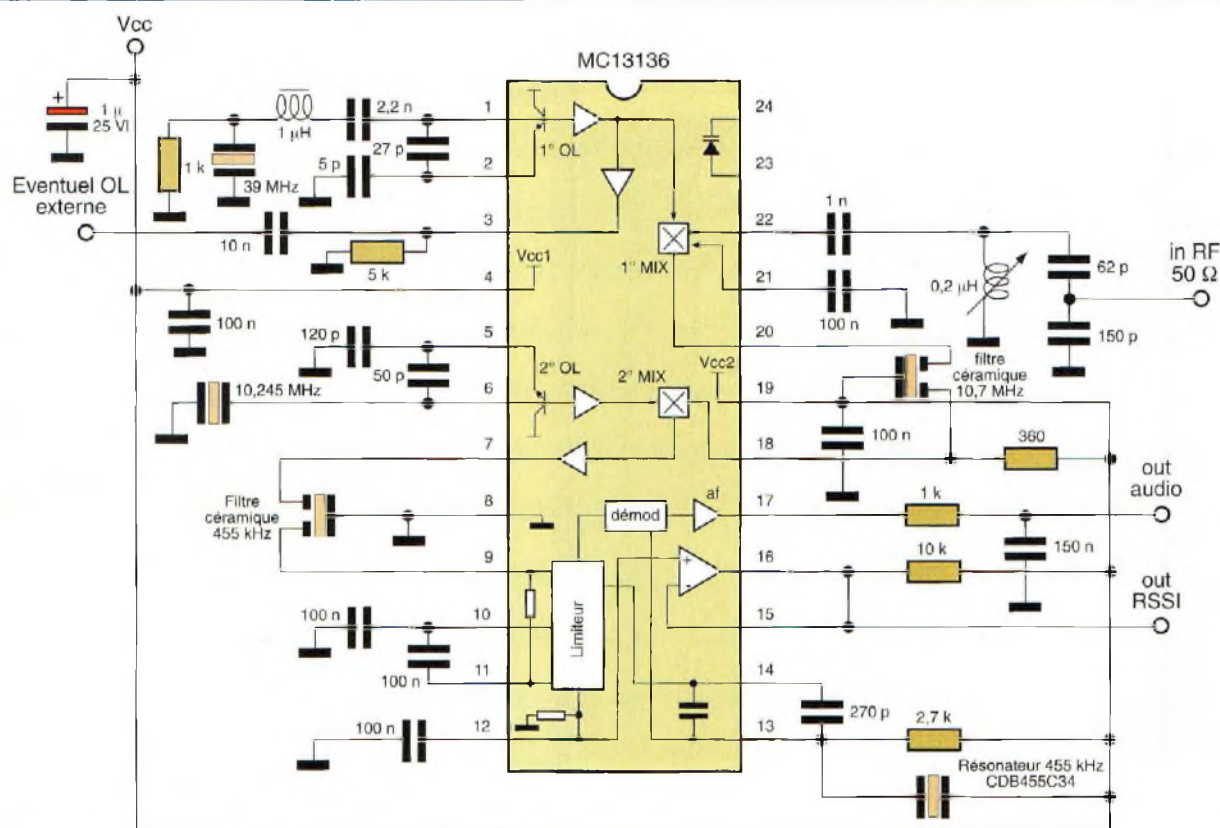

Fig.1 Schéma électrique du récepteur NBFM.
**B**ien que très performant, ce récepteur est facilement réalisable grâce à l'emploi de deux circuits à haute intégration de chez Motorola : MC13136 et MC34119. Comme le montre le schéma électrique reproduit en fig.1, le second est un simple amplificateur de basse fréquence qui a pour rôle de restituer dans le haut-parleur le signal reçu tandis que le premier développe toutes les autres fonctions classiques d'un récepteur évolué à double conversion de fréquence. Le circuit 13136 renferme en effet deux oscillateurs locaux, deux mélangeurs, un amplificateur limiteur pour la fréquence intermédiaire et un ampli opérationnel. Le circuit dispose égale-